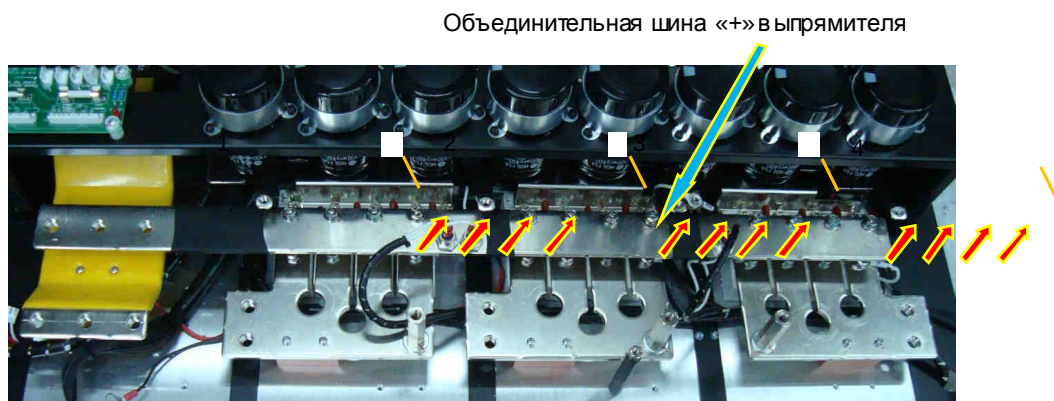

Рис. 7. 24.
7.11.3.9. На выводы блока конденсаторов 1÷4 (рис. 7. 24.) установить объединительную шину средней точки выпрямителя, закрепив ее винтами. Под винт вывода 3 установить клемму провода «Vсп» разрядного резистора (рис. 7. 25.).